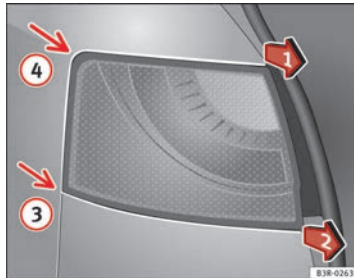

Abb. 224 Ausbau der
- Lösen Sie mit einem Schraubendreher die dahinterliegende Schraube im Gegenuhrzeigersinn (Pfeil ②), und nehmen Sie diese vorsichtig heraus.
- Die Heckleuchte abwechselnd in Pfeilrichtungen ⇒ Abb. 224 Position ① und ② ziehen, bis die Heckleuchte sich aus der Aufnahme (Positionen ③ und ④) löst.